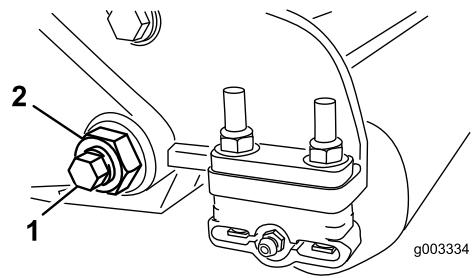
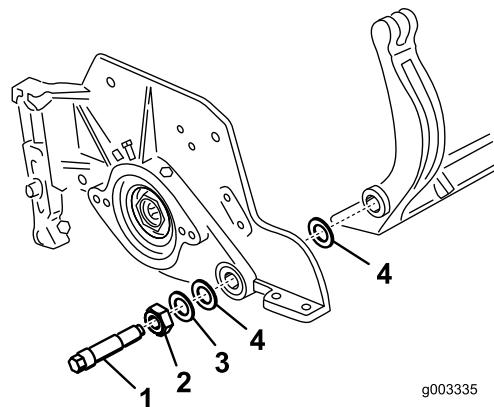
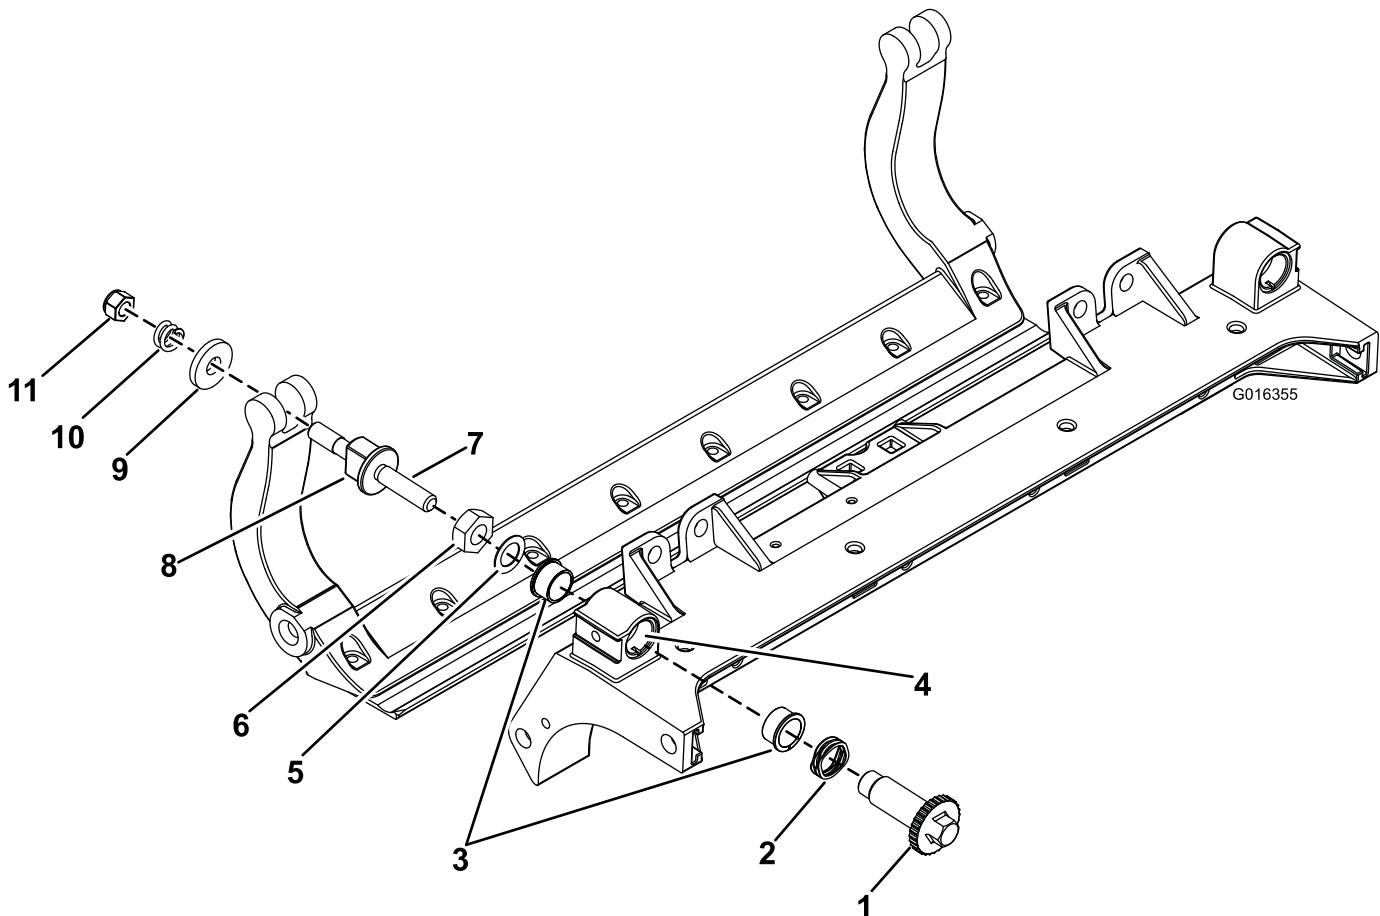

Figura 27
Figura 28
Figura 30
- Desaperte a porca de bloqueio que segura a cavilha da barra de apoio, em cada um dos lados da máquina (Figura 27).
- Remova cada uma das cavilhas da barra de apoio, de modo a permitir puxá-la e retirá-la da máquina (Figura 27). Guarde as duas anilhas de nylon e a anilha de aço prensado de cada uma das extremidades da barra de apoio (Figura 28).
- Fixe a barra de apoio a cada um dos lados da placa lateral com as cavilhas (porcas flangeadas nas cavilhas) e com as 6 arruelas. Deve colocar uma anilha de nylon em cada um dos lados da placa lateral. Coloque uma arruela de aço no exterior de cada uma das arruelas de nylon (Figura 28). Aperte os parafusos com 37-45 Nm. Aperte as porcas até que a anilha de aço exterior pare de rodar e a folga seja removida, mas não aperte em demasiado nem desvie as placas laterais. As arruelas podem ter uma folga interna.
cavilhas) e com as 6 arruelas. Deve colocar uma anilha de nylon em cada um dos lados da placa lateral. Coloque uma arruela de aço no exterior de cada uma das arruelas de nylon (Figura 30). Aperte os parafusos com 27-45 Nm. Aperte as porcas até que a anilha de aço exterior pare de rodar e a folga seja removida, mas não aperte em demasiado nem desvie as placas laterais. As arruelas podem ter uma folga interna (Figura 28).
1. Retire todas as peças (consulte as *Instruções de instalação* do Kit DPA HD Modelo n.º 120-7230 e Figura 30).
2. Aplique Never Seize no interior da área dos casquilhos na estrutura central da unidade de corte (Figura 30).
3. Alinhe as chaves nos casquilhos das flanges com as ranhuras na estrutura e instale os casquilhos (Figura 30).
4. Instale uma anilha ondulada no veio do ajustador e deslize o veio do ajustador para os casquilhos da flange na estrutura da unidade de corte (Figura 30).
5. Prenda o veio ajustador com uma anilha plana e porca de bloqueio (Figura 30). Aperte a porca de bloqueio com 20 a 27 Nm.